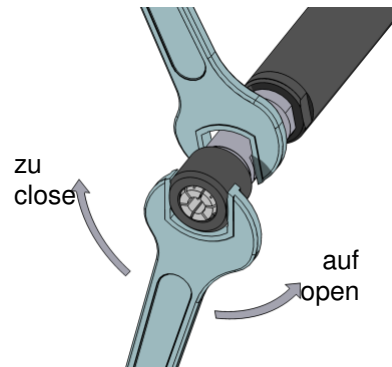

Abb. 1 / fig. 1
- Mit dem im Zubehör befindlichen Schlüsseln die Spindel und Spannzange festhalten und Spannzange in Pfeilrichtung öffnen oder schließen (Abb. 1).
- Secure the spindle and clamping device with the keys that are in the accessories and open or close the clamping device in the direction indicated by the arrows (fig. 1).